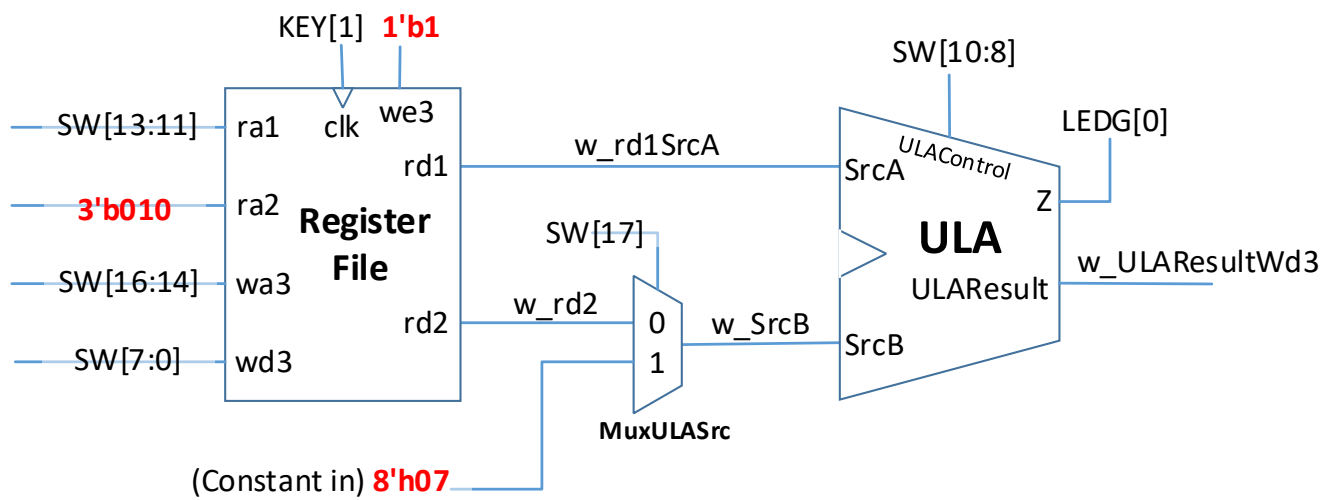

Figura 2 – Diagrama do Datapath
2. Instancie a ULA, o banco de registradores (implementado na sprint anterior) e um MUX de 2x1 de 8 bits, no seu ambiente de testes (Mod\_Teste). A montagem completa é ilustrada na Figura 2. Observe que o *MuxULASrc* possibilita a entrada direta de constantes de 8 bits na entrada *SrcB* da ULA.